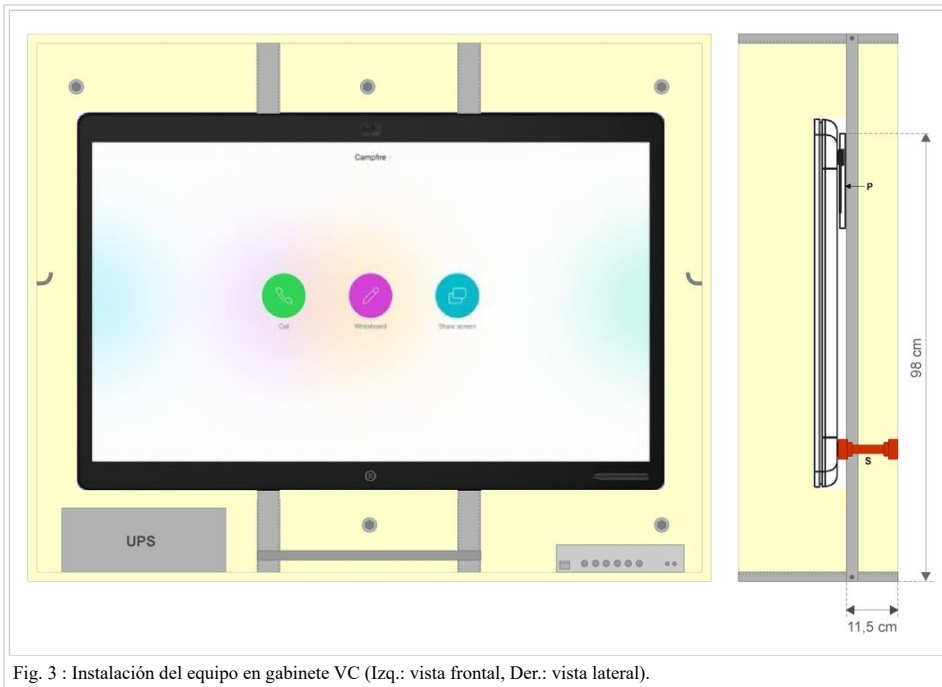

Fig. 3 : Instalación del equipo en gabinete VC (Izq.: vista frontal, Der.: vista lateral).
- Presentar la platina P sobre los parantes (Fig. 2), centrada respecto al ancho del gabinete y con su arista superior a una altura de 98 cm (medida desde la cara inferior del gabinete Fig. 3 derecha). En caso de ser necesario desplazar la platina en sentido horizontal para lograr que 2 perforaciones superiores y 2 perforaciones inferiores coincidan con los parantes derecho e izquierdo. Verificar que la platina esté nivelada y fijarla en los 4 puntos seleccionados con tornillos autopercutoras asegurando que los mismos queden firmemente ajustados. La fijación puede realizarse también con tornillos con tuerca galvanizados cabeza redonda 5/32 x 3/4” con doble arandela plana.